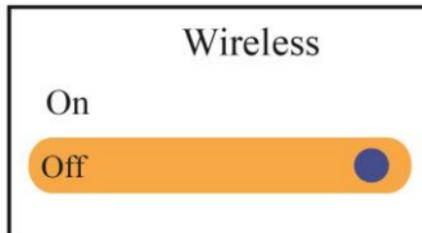

Figura 4.10F Impostazione Wireless
- Wireless: Per accendere/spgnere la funzione di collegamento wireless; l'impostazione predefinita è su "On", come mostrato nella figura Per accendere/spgnere il Bip della frequenza cardiaca; l'impostazione predefinita è "On", come mostrato nella figura 4.10F.